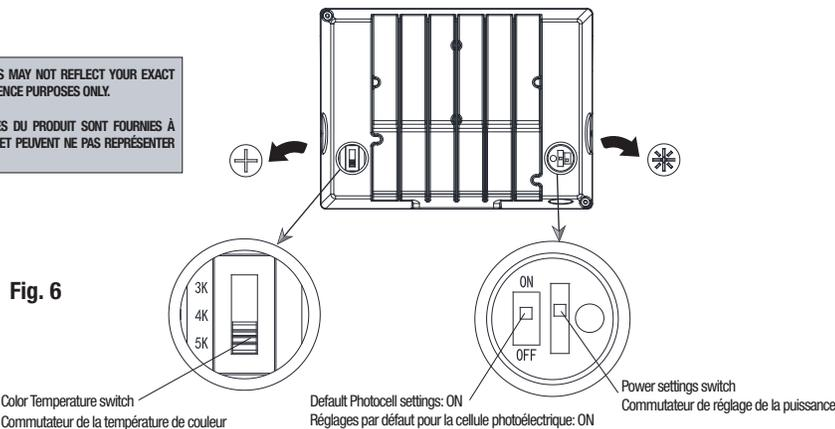

Fig. 6
1. Choose the color temperature, power and photocell ON/OFF (if applicable) as shown in Fig. 6. 2.
1. Choisir la température de couleur, la puissance et ON/OFF pour la cellule photoélectrique (si applicable) comme indiqué sur la Fig. 6.
1. Choose the color temperature, power and photocell ON/OFF (if applicable) as shown in Fig. 6.
## COLOR TEMPERATURE SETTINGS, POWER AND PHOTOCCELL SETTINGS (Fig. 6) RÉGLAGES DE LA TEMPÉRATURE DE COULEUR, PUISSANCE ET PHOTOCCELLULE (Fig. 6)